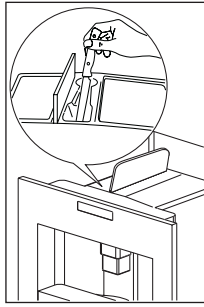

Fig. 28
- ▶ Controllare periodicamente (circa una volta al mese) che l’imbuto per l’introduzione del caffè pre-macinato non sia otturato (Fig. 28).